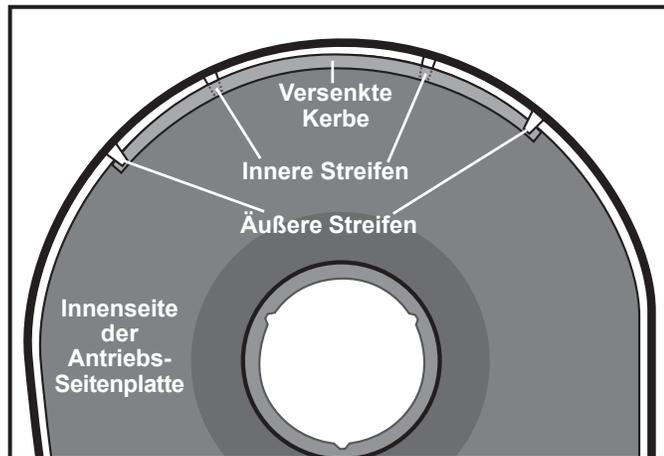

Abbildung 20
6. Passen Sie das Hufeisen manuell an und stellen Sie dabei sicher, dass die zwei äußeren Streifen auf einer Seite und die zwei inneren Streifen auf der anderen Seite positioniert wurden (*Abbildung 20*).